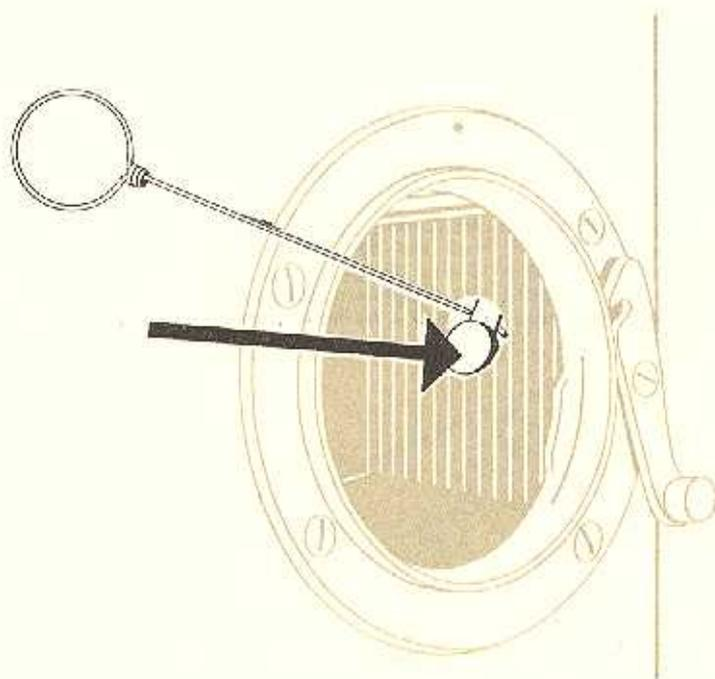

Abb. 2
a) Beispiel 1: Die größte Schärfe liegt vor dem ∞ -Anschlag des Objektivs: Spiegelhaltefeder 300.23 U 5 mit Spiegelhaken gehalten (s. Abb. 2). Schrägniet an der Spiegelhaltefeder nach unten biegen, bis bei der ∞ -Markierung am Objektiv die größte Schärfe gegeben ist.